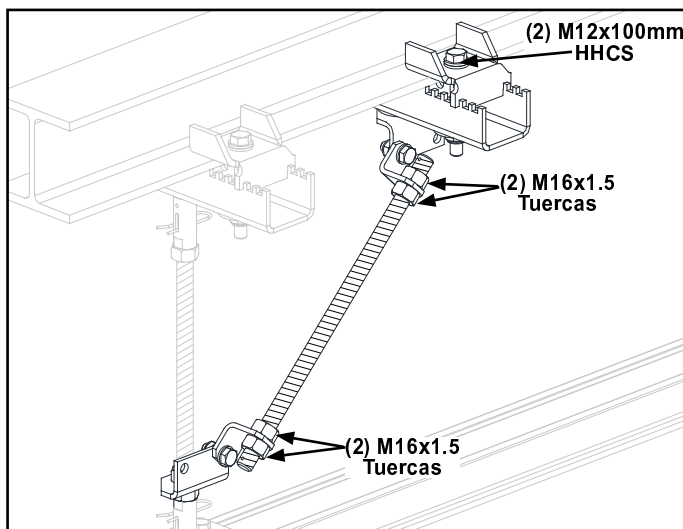

Figura 3-52
- Paso 14. Instale dos (2) Tuercas M16 x 1.5 en ambos extremos. Apriete cuatro (4) Tuercas M16 x 1.5 en varilla y soportes. Vea Figura 3-52.
- Paso 15. Apriete dos (2) Tornillos M12 x 100 mm HHCS en soporte de Viga-I para refuerzo alternando en ambos lados, hasta que el soporte este apretando. Apriete hasta asentar + ¼ vuelta. No apretar de mas, puede doblar el soporte. Vea Figura 3-52.